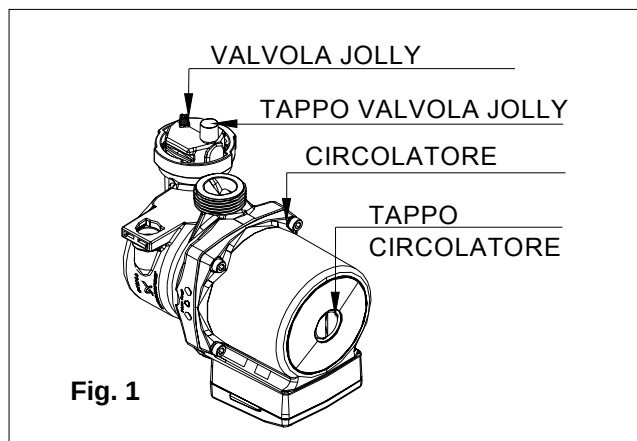

Fig. 1
- controllare che il tappo della valvola jolly sia leggermente allentato per permettere all'aria di fuoriuscire dall'impianto (fig. 1);